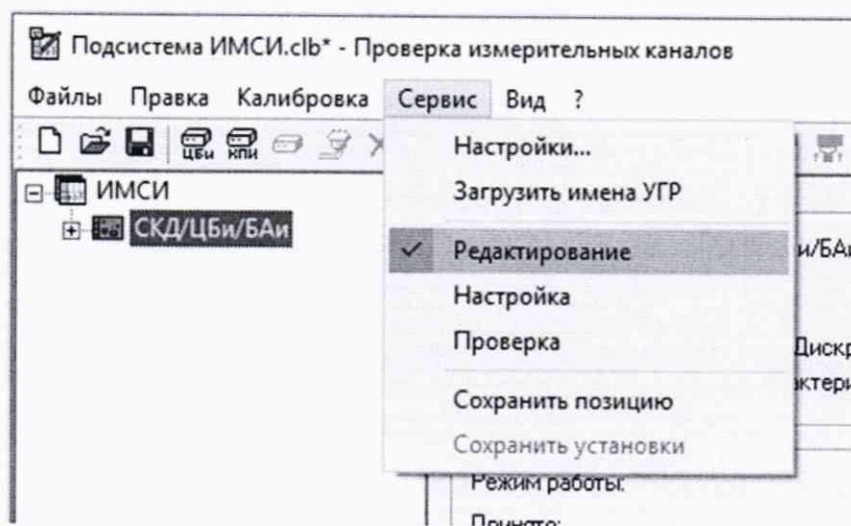

Рисунок 6 – Установка режима «Редактирование»
- перевести программу в режим «Редактирование», для чего во вкладке «Сервис» главного меню программы установить пометку ✓ напротив строки «Редактирование» (рисунок 6);
- перевести программу в режим «Проверка», для чего во вкладке «Сервис» главного меню программы установите пометку ✓ напротив строки «Проверка» (рисунок 6);